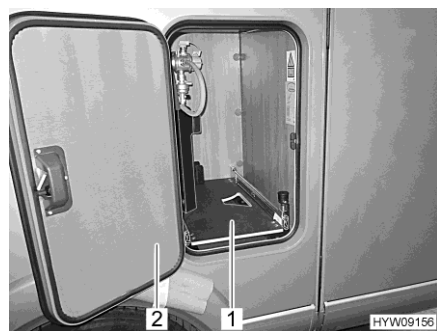

Bild 80 Utdragsdel till gasbox
- Öppna luckan (Bild 80,2) till gasboxen.
- Dra ut utdragsdelen till gasboxen (Bild 80,1) tills knoppen hakar i igen. Utdragsdelen till gasboxen är nu spärrad i detta läge.